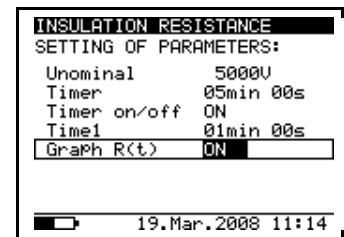

Fig. 14. Opsætnings (Set-up) menu i Isolationsmodstand (Insulation Resistance)
1. Tryk på **SELECT** knappen for at komme ind i opsætnings (Set-up) menuen, se **Fig. 14**.